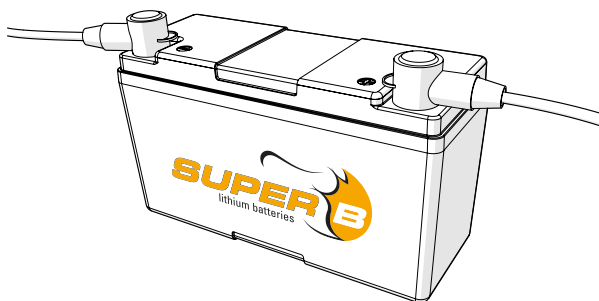

Figure 5. Placer les capuchons de bornes sur ces dernières.
4. Placer les capuchons de bornes sur ces dernières. (figure 5)